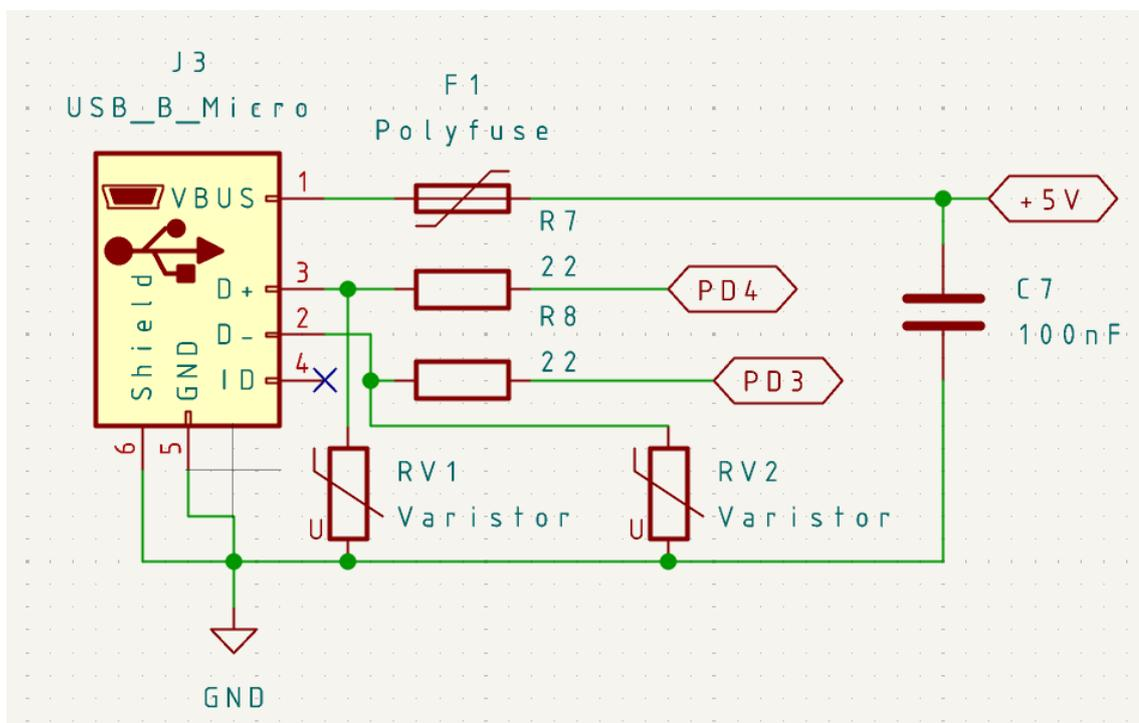

Рисунок 3 – Схема подключения разъёма USB тип micro B
6) Добавьте разъём USB на лист (рисунок 3):